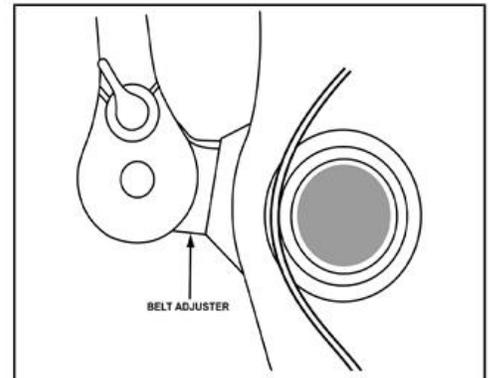
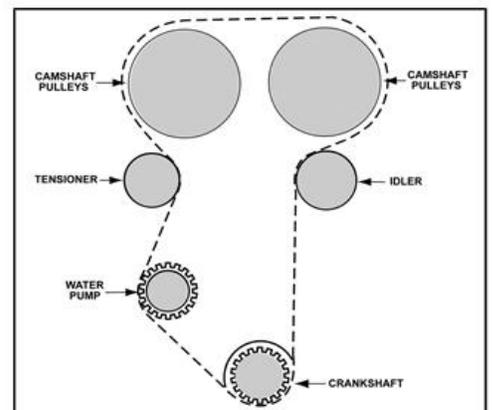
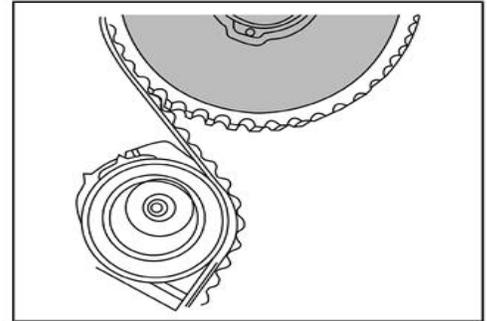

Fig. 3: Giro de la bomba de agua usando el ajustador de la banda de tiempo
Fig. 4: Trayectoria de la banda de tiempo
Fig. 6: Alineación del tensor automático con la muesca del soporte
7. Aflojar ligeramente los pernos de retención de la bomba de agua. Usando el ajustador de la banda de tiempo (J-42492-A o KM-421-A), girar la bomba de agua en el sentido contrario a las agujas del reloj para liberar la tensión en la banda de tiempo. Vea la Fig. 3. Desmontar la banda de tiempo detrás de la bomba de la dirección hidráulica. Vea la Fig. 4.
1. Alinear la marca de sincronización en el engranaje del cigüeñal con la muesca en la parte inferior de la cubierta trasera de la banda de tiempo. Vea la Fig. 4.
2. Usando el ajustador de la banda de tiempo (J-42492-A o KM-421-A), girar la bomba de agua en el sentido de las agujas del reloj. Vea la Fig. 3. Girar la bomba de agua en el sentido de las agujas del reloj hasta que el indicador del brazo de ajuste del tensor automático de la banda de tiempo esté alineado con la muesca en el soporte del tensor automático de la banda de tiempo. Vea la Fig. 6.